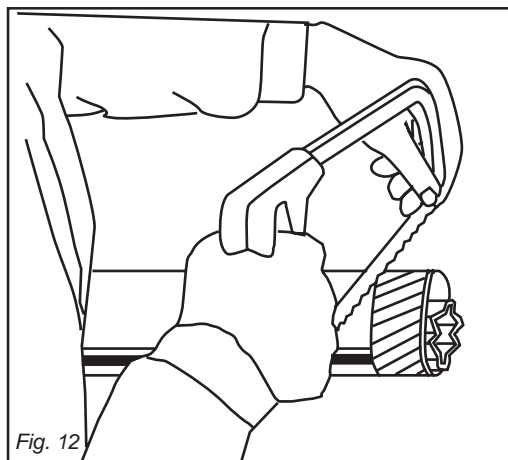
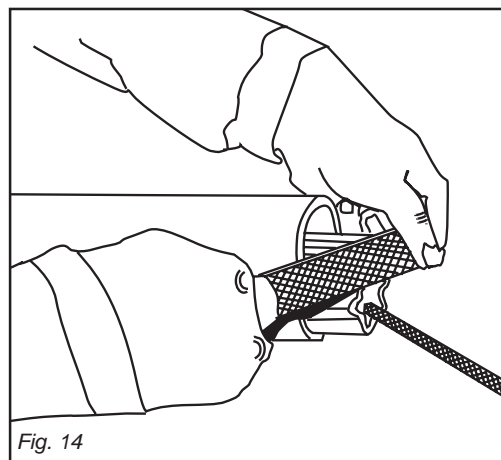
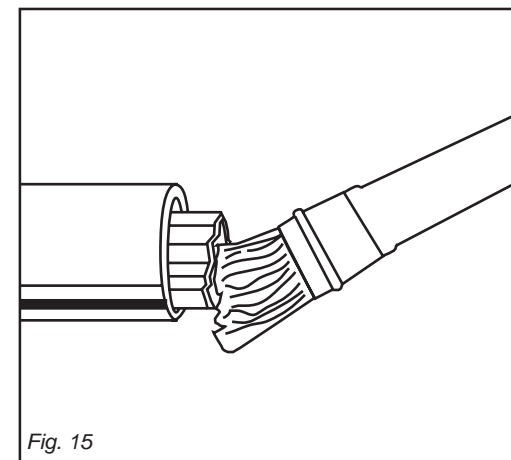

Fig. 12
Fig. 14
Fig. 15
- Accorciare i tubi scorrevoli di una stessa lunghezza (Fig. 12 e 13), sbavare e pulire (Fig. 14) e ingrassare l'interno del tubo esterno (Fig. 15).
- Shorten the sliding tubes by the same extent (Fig. 12 and 13), deburr and trim (Fig. 14), then grease the inside of the outer tube (Fig. 15).
- Raccourcir les tubes coulissant de la même longueur (Fig. 12 et 13), ébavurer et nettoyer (Fig. 14) puis graisser l'intérieur du tube extérieur (Fig. 15).
- Die Gleitrohre um die gleiche Länge (Abb. 12 und 13) kürzen, sie abgraten und reinigen (Abb. 14) und das Innere des Außenrohrs schmieren (Abb. 15).
- Acortar los tubos corredizos en modo uniforme (Fig. 12 y 13), quitar las rebabas y limpiar (Fig. 14) y engrasar dentro del tubo externo (Fig. 15).